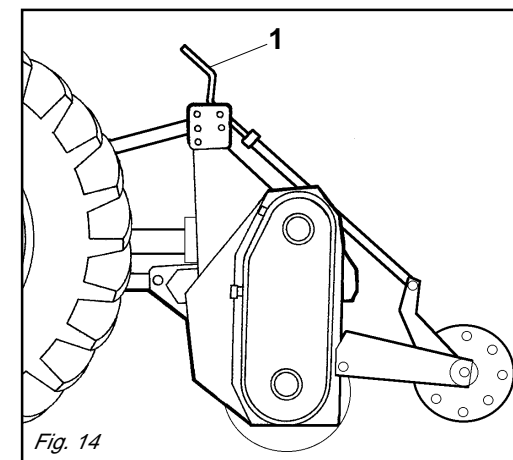

Fig. 14
**Zappatrici con rullo:** la regolazione della profondità in queste zappatrici si effettua ruotando la manovella centrale (1 Fig. 14).
**Machine with roller:** *to adjust working depth on this type of machine is adjusted either the center crank (1 Fig. 14).*
**Maschine mit Walzen:** die Tiefeneinstellung bei diesen Maschinen erfolgt über den zentralen Handgriff (1 Abb. 14).
**Machine avec rouleau:** *pour régler de la profondeur sur ces machines s'effectue avec la manivelle centrale (1 Fig. 14).*
**Máquinas con rodillo:** el ajuste de la profundidad en estas máquinas se efectúa por medio de la manivela central (1 Fig. 14).